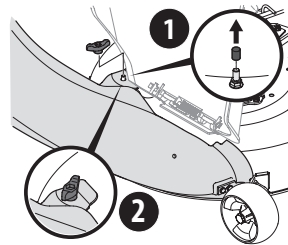

Figure 20
2. Fixez la botte au plateau de coupe à l'aide du bouton à ailettes (720-04122) fourni avec la trousse de quincaillerie 689-01419. Consultez la Figure 20.
NOTE : Le cas échéant, retirez le capuchon protecteur de la tige de fixation du plateau de coupe, comme indiqué dans l'encart supérieur de la Figure 20.